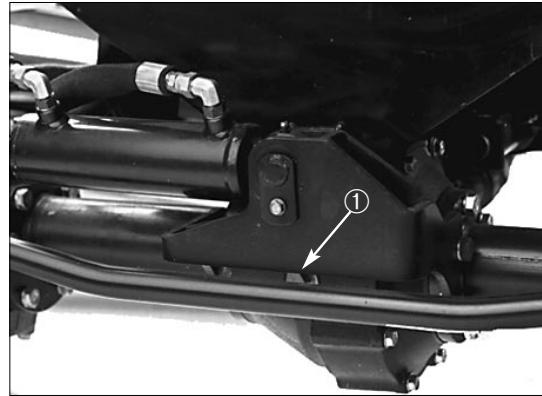

Bild 7
1. Verschlussschrauben (2)
3. Entfernen Sie die Verschlussschraube aus der Mitte der Achse und prüfen den Ölstand. Bei niedrigem Ölstand füllen Sie genug Öl nach, um den Füllstand bis zur Unterseite des Lochs anzuheben (Bild 7).